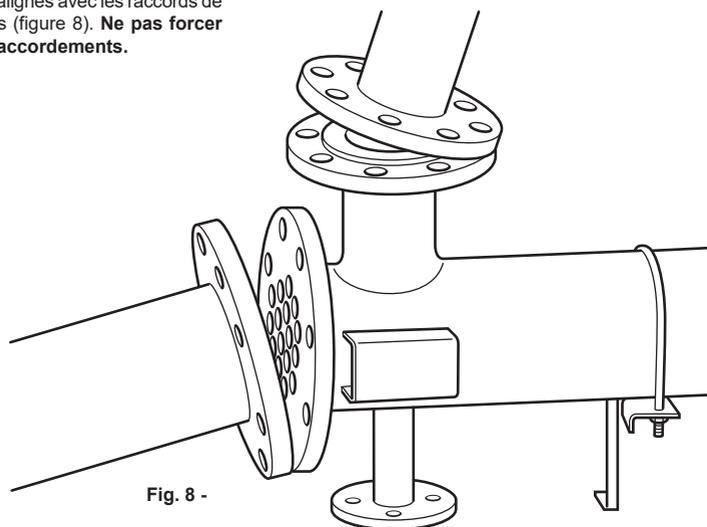

Fig. 8 -
**4.7** Veillez à ce que les échangeurs de chaleur soient situés sur une surface plane et qu'ils soient parfaitement alignés avec les raccords de tuyauterie adjacents (figure 8). **Ne pas forcer l'alignement des raccords.**